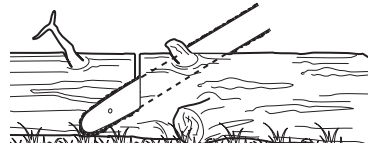

Fig. 32
1. Siga as indicações simples para efetuar um corte de forma mais fácil. Quando o tronco estiver suportado em todo o seu comprimento (Fig. 32), o corte deve ser efetuado a partir do lado superior (corte transversal sobre a parte superior).